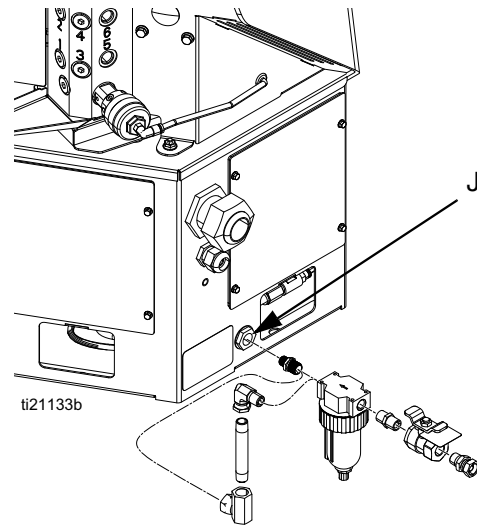

図 10
9. 供給されたエアインレットブリードボールバルブおよびエアフィルターキット (Graco 部品番号 24R707) を、1/4 NPT メスシステムエアインレット (J) に取り付けます。図 10 のように設置します。